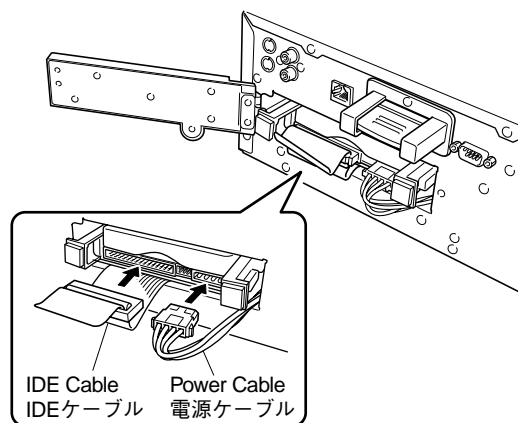

Fig. 11
- g. Push the HDD Tray and connect the IDE Cable and the Power Cable. (Fig. 11)
- g. HDDトレイを奥に押し込み、IDEケーブルと電源ケーブルを差し込みます。(Fig. 11)